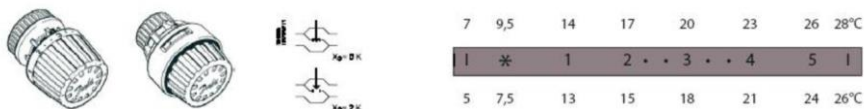

Рисунок 2. Температурная шкала.
4. Термостатический элемент настраивается на требуемую температуру поворотом его рукоятки с нанесенной на нее круговой шкалой. Температурная шкала показывает взаимосвязь между индексами на ней и комнатной температурой. (Рисунок 2).